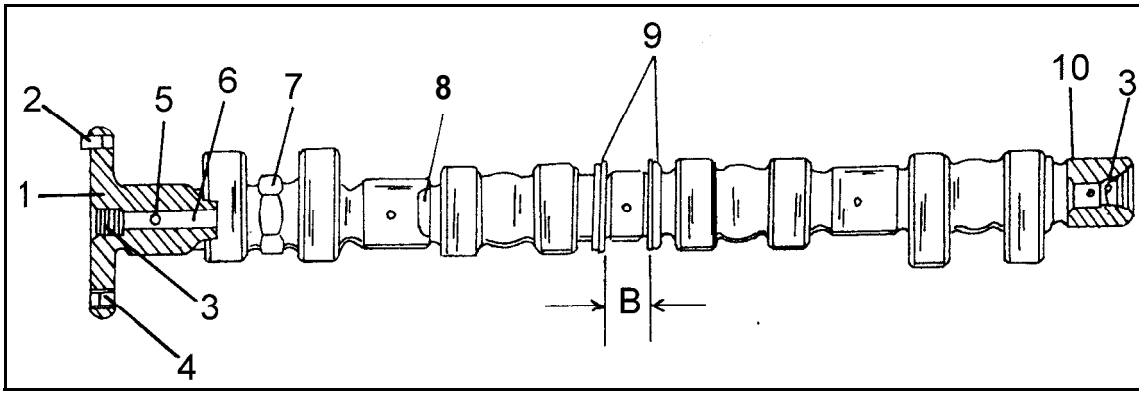

Bild 30
Etwas soll noch über die Nockenwelle gesagt werden, wozu Bild 30 hinzuzuziehen ist. Die Nockenwellen sind mit einer Kennzeichnung versehen, die an Stelle (8) in die Nockenwelle eingeschlagen ist. Bei Erneuerung der Nockenwelle nur eine Welle mit der gleichen Kennzeichnung einbauen.